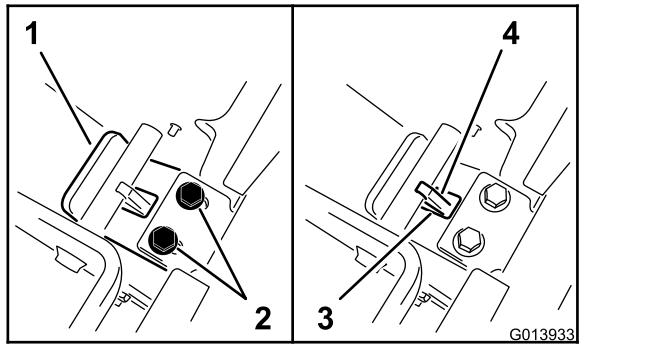

图 10
2. 在背板上保持压力的同时将舌片朝自己所在的方向滑动直到舌板唇口接触到横杆图 10。